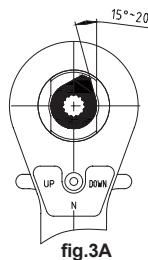

fig.3A
- Ponga el perilla de parada en un ángulo de 15 grados (ver fig.3A)